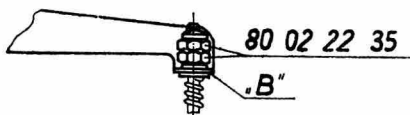

Fig. 9
- Ajuster la couture de stretch sur le point d'ajustage "B" (Fig. 9).